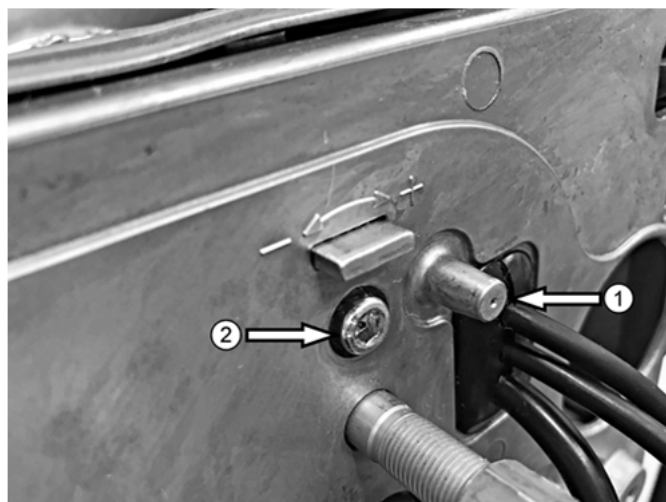

Abb. 10: Einstellung der Rezirkulation
Legende zu Abb. 10:
- ➔ Entfernen Sie die Schraube am Druckmessnippel ② (s. Abb. 10).